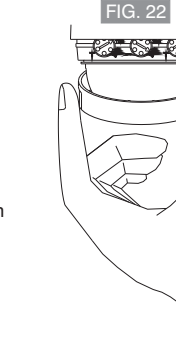

FIG. 22
- Enlever l'anneau de protection de la partie supérieure de la lentille en pressant les faces concaves de l'anneau (FIG. 14) de façon à avoir accès au réglage de la temporisation, de la luminosité et de la sensibilité. Après avoir effectué le réglage, remettre l'anneau de protection dans son logement (FIG. 22).
Entfernen Sie den Schutzring des oberen Teiles. Drücken Sie gegen die gewölbten Seiten der Linse (ABB. 14), um zu den Reglern für Nachlaufzeit, Helligkeit und Empfindlichkeit zu gelangen. Sobald die Einstellung abgeschlossen ist, setzen Sie den Schutzring wieder auf (ABB. 22).